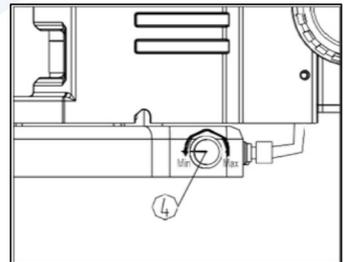

Fig.7
- Tournez le bouton de réglage de la lumière (4) pour régler la luminosité de l'éclairage. Tournez le bouton de réglage de la lumière dans le sens des aiguilles d'une montre pour augmenter la luminosité, puis dans le sens contraire pour la diminuer. (Voir Fig.7)